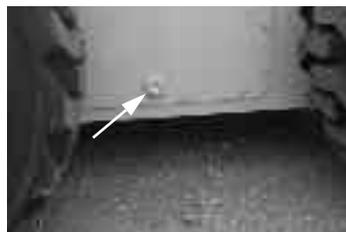

Figura 37 Posizione del tappo di rabbocco
2. Togliere il tappo di rabbocco e di controllo (Figura 37) da ogni coperchio dei carter delle catene. Il livello dell'olio deve essere all'altezza del tappo o non deve essere più di 6 mm (1/4 in) sotto il livello del tappo.